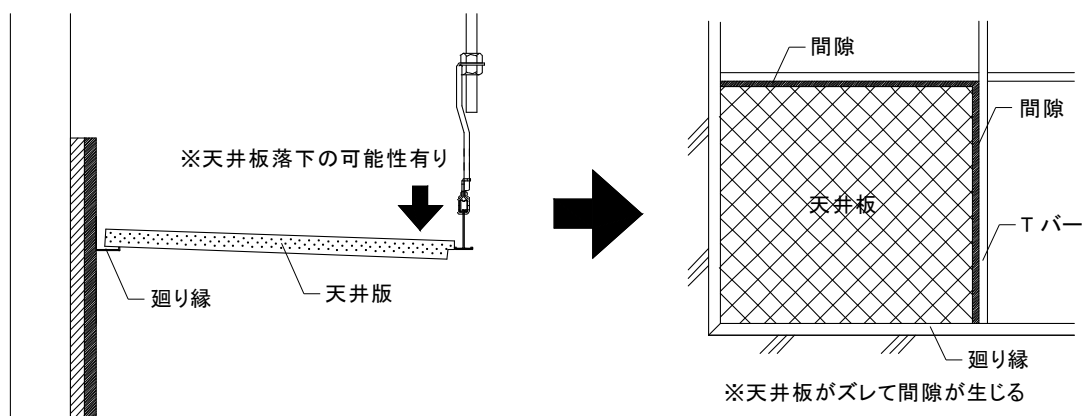

図2-8-1 天井板切断の誤り例(指定寸法より短い場合)
②壁際周辺の天井板については、現場で必要寸法を実測して切断して天井板を載せ掛ける。設置時は、以下の点に留意すること。
5) 壁際やコーナー部の天井板を設置の際、指定寸法より短い場合はTバーとの間に隙間が空き天井板が落下する恐れがある為、必ず指定寸法で切断すること。(図2-8-1参照)